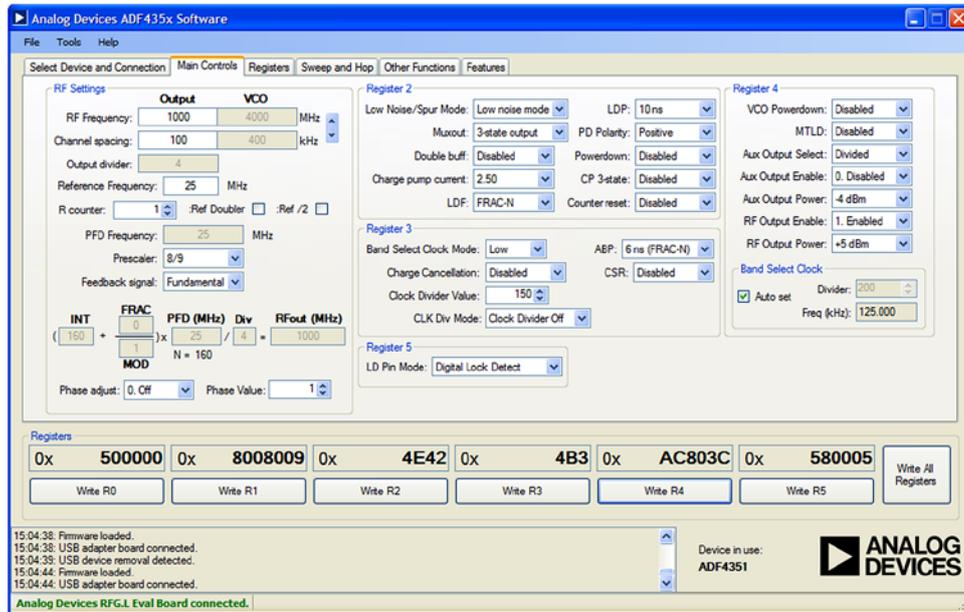

図 3 ADF4351 のソフトウェア設定
2. ADF435x ソフトウェアのスクリーンショットに従って ADF4351 の PLL を設定します (図 3 参照)。この例では、1GHz の RF 周波数が選択されています。